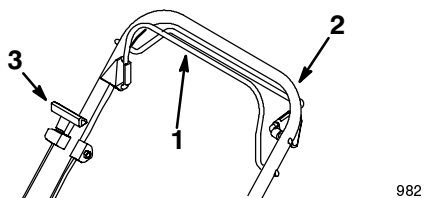

Figure 30
11. Maintenir la barre de commande de lame serrée contre le mancheron (Fig. 30) et tirer plusieurs fois la poignée du lanceur pour expulser les résidus de calamine éventuels.